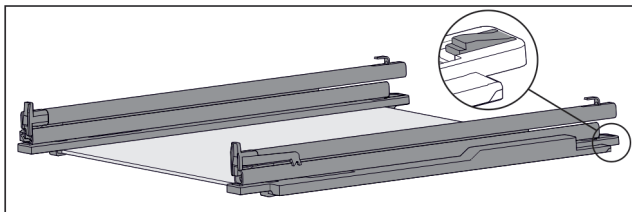

Fig. 151 Стеклопластина с направляющими и крепежными элементами
- ▶ Крепежный элемент сзади прижмите вниз (см. Fig. 151) и одновременно отодвиньте направляющую назад.